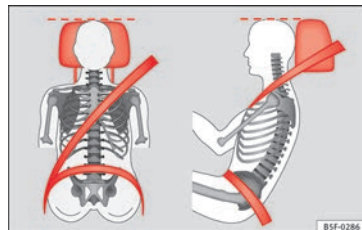

Fig. 86 Appuie-tête correctement réglé, vu de face et latéralement.
- Réglez l'appuie-tête de telle manière que son bord supérieur soit dans la mesure du possible à la même hauteur que la partie supérieure de votre tête, et au moins à la hauteur des yeux » **fig. 86.**